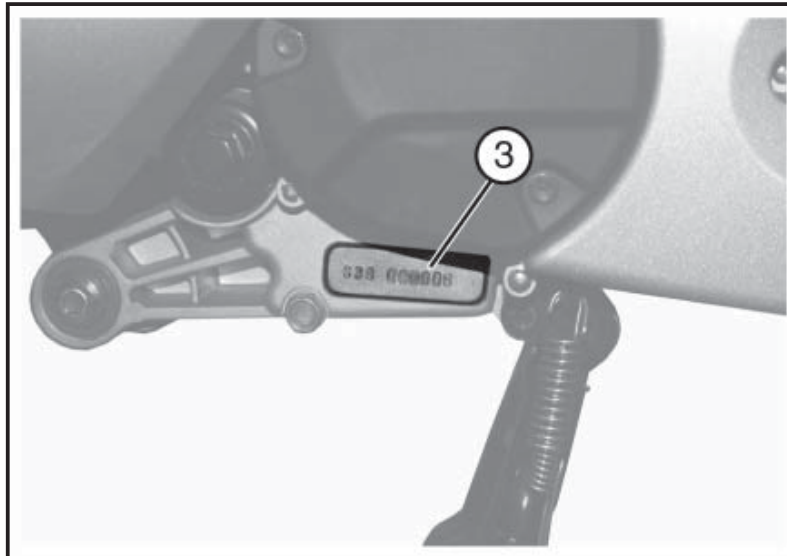

Abb. 02
- Die Motornummer «**3 - Abb. 02**» ist am Kurbelgehäuse eingestanzt. Diese Zahlen an der dazugehörigen Stelle eintragen, damit Sie sie bei Bedarf schnell zur Verfügung haben.